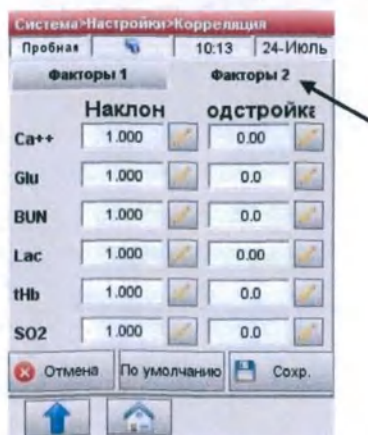

Рис.3-49 Факторы корреляции 2
4. Нажмите **<Факторы 2>** чтобы перейти к следующему экрану (Рис.3-49).